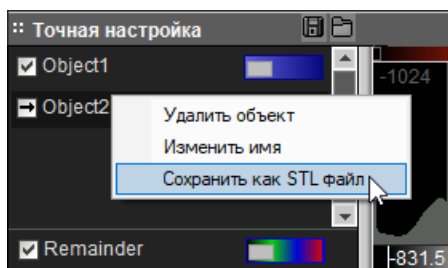

Рис. 173. Выбор Save to STL file (Сохранить в STL-файл)
**Этап 2:** Щелкните правой кнопкой мыши по нужному шаблону выделения объекта и выберите Save to STL file (Сохранить в STL-файл), как показано на рис. 173.